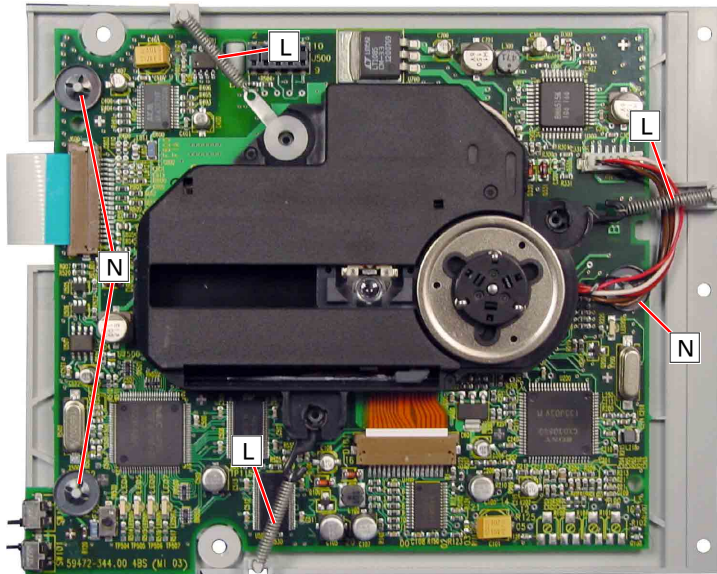

Fig. 9
**8. Pick-Up-Einheit ausbauen (Fig. 9)**
- 3 Federn **L** aushängen (Fig. 9) und Pick-Up-Einheit abnehmen.
- 3 Wellensicherungen **N** (Fig. 9) austrasten und Leiterplatte abnehmen.
**8. Removing the Pick Up Unit (Fig. 9)**
- Unhinge 3 springs **L** (Fig. 9) and take off the Pick Up Unit.
- Unlock 3 Spindle Lock Washers **N** (Fig. 9) and remove the PCB